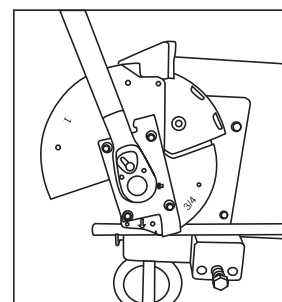

Fig. 1
1. Si vous calibrez le 1/2 po sur le MBCCH-750 ou le 3/4 po sur le pointeur de l'indicateur d'angle du MBCCH-1000 (3), faites pivoter le sabot en le faisant pivoter manuellement sur la tête du MBCCH-750 ou engagez la tête du cliquet sur le sabot du MBCCH-1000. Tournez le sabot de cintrage jusqu'à ce que 1/2 po ou 3/4 po se trouve en-dessous, faites basculer le conduit en tirant sur le bloc et en tournant de 180 degrés dans le sens horaire de 180 degrés et relâchez (6). Le côté haut du coulisseau doit être sur le dessus. Placez un morceau d'EMT de 1/2 po pour le MBCCH-750 ou de 3/4 po pour le MBCCH-1000. Ensuite, suivez les étapes 3 à 7.
2. Si l'on étalonne le pointeur de l'indicateur 3/4 po ou 1 po (3), faire pivoter le sabot de cintrage en engageant la tête de cliquet et en tournant le sabot de cintrage jusqu'à ce que le 1 po soit au fond (1) et basculer le conduit en tirant sur le bloc et en tournant 180 degrés dans le sens horaire, puis en relâchant (6). Le côté inférieur du coulisseau de conduits devrait être en haut. Placez un morceau de conduit EMT de 1 po, puis suivez les étapes 3 à 7.
3. Appliquer une pression sur la poignée de la cintreuse pour s'assurer qu'elle est serrée. Faire attention de ne pas cintrer le conduit (Fig. 1).